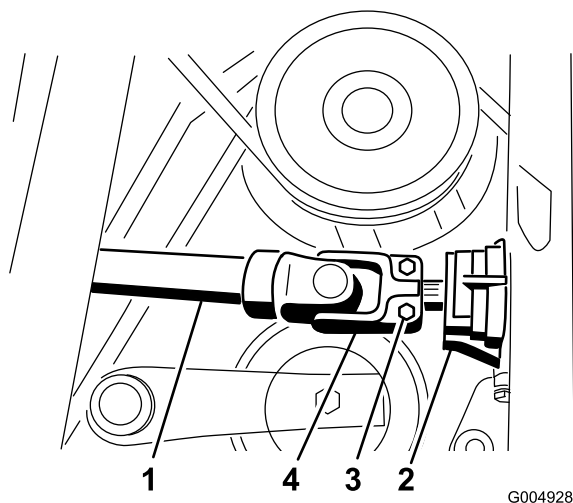

Figura 28
7. Deslice el eje motor sobre el eje de la caja de engranajes (Figura 28). Instale el pasador cilíndrico y apriete los pernos a 175-225 pulgadas-libra.